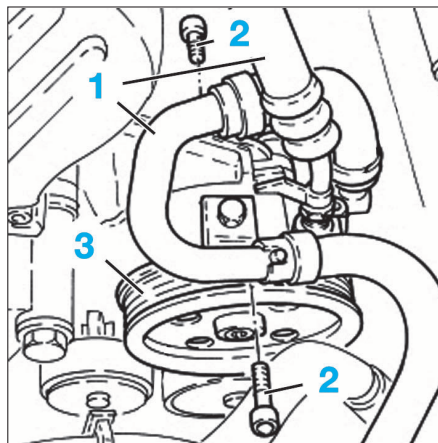

FIG. 7
- Visser la rotule sur la biellette (4) jusqu'à la longueur (L) préalablement mesurée.
- Déposer les durits (1) de la pompe de direction assistée (Fig.7).